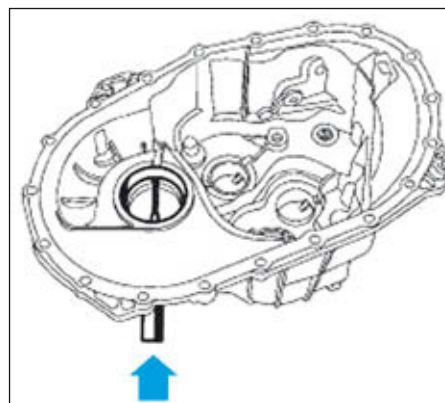

FIG.42
- Déposer la cuvette du roulement de différentiel à l'aide d'un chasse goupille (Fig.42).